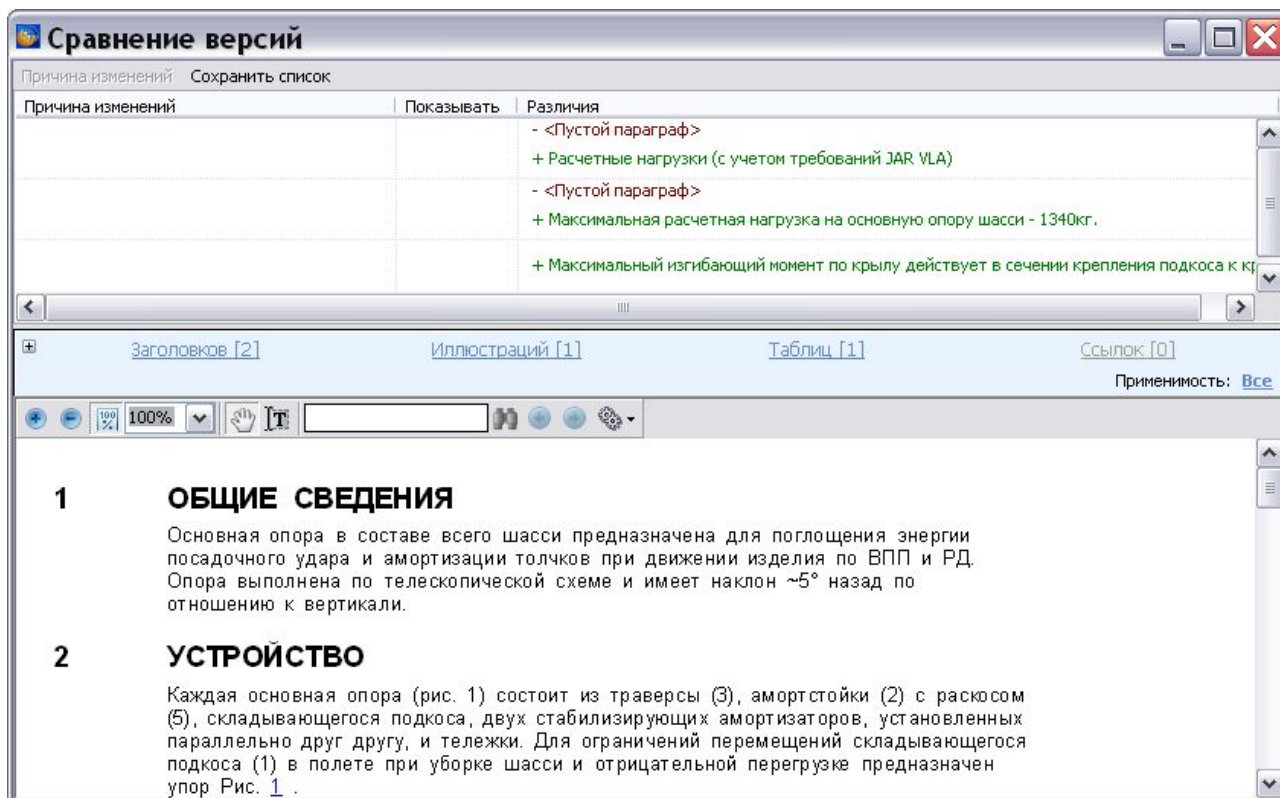

Рис. 9.20
1. В редакторе версий МД выделите сравниваемые версии МД и нажмите на кнопку **Сравнить**. После этого появится диалоговое окно **Сравнение версий** (Рис. 9.20).